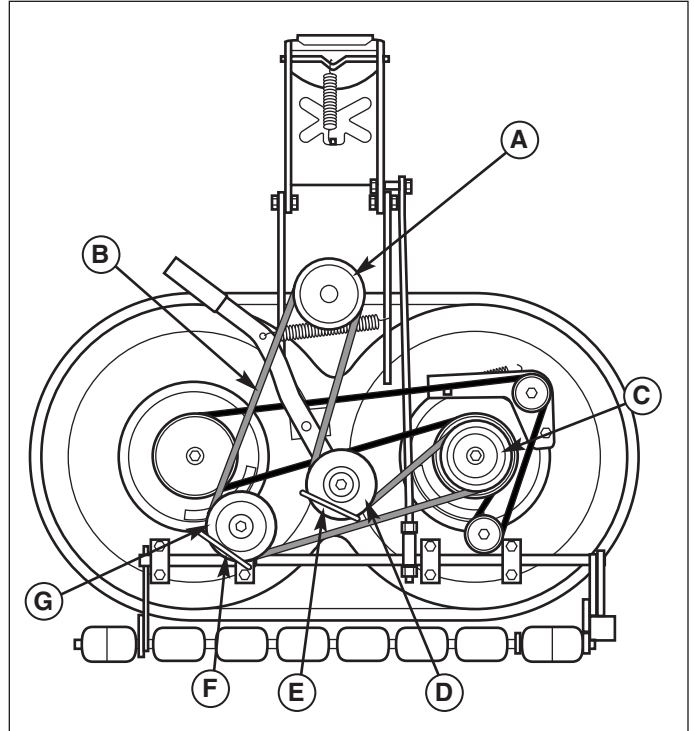

Figure 58. Remplacement de la courroie de la PDF
3. Noter la position des guides de courroie du galet tendeur (E et F, figure 58) une fois installés. Desserrer les vis à tête du galet tendeur et retirer la courroie des galets tendeurs (D et G).
4. Installer la nouvelle courroie (B) comme l'indique le schéma. Une fois la tondeuse installée sur le tracteur, la courroie s'enroule autour de la poulie de l'embrayage de la PDF (A), du galet tendeur arrière (D), de la poulie d'entraînement de la tondeuse (C) et du galet tendeur trapézoïdal (G).